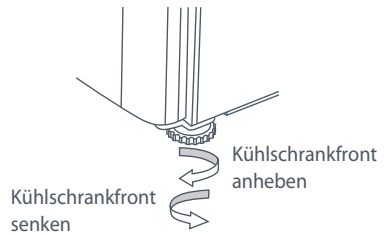

Abb.9 Kühlschrankfüße
- C** Stellen Sie die Vorderfüße so ein, dass der Kühlschrank leicht nach hinten gelehnt ist. Die Front sollte etwa 10 mm höher liegen als die Rückseite. Dadurch ist gewährleistet, dass die Kühlschranktür richtig schließt (s. Abb. 9).